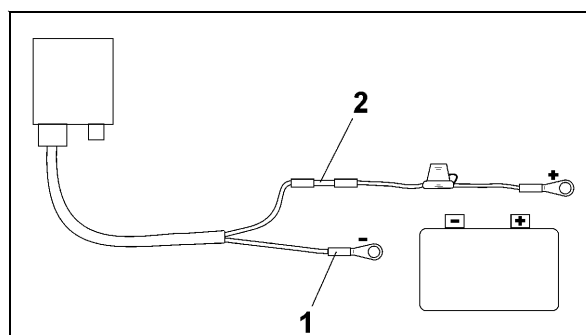

Fig. 4
- Introduisez le fil bleu (masse) dans la languette (Fig. 4/1).
- Introduisez le fil marron (+ 12 Volt) dans l'extrémité libre du joint droit (Fig. 4/2).
- Contractez le joint droit (Fig. 4/2) avec une source de chaleur (briquet ou air chaud d'un sèche-cheveux) jusqu'à ce que la colle s'écoule.